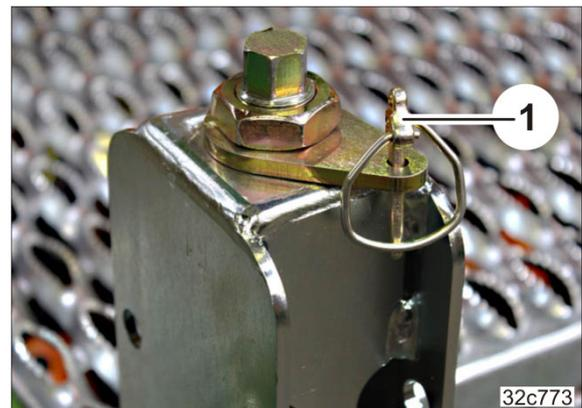

Fig. 185
4. Die Einstellung mit einem Klapstecker (Fig. 185/1) sichern.